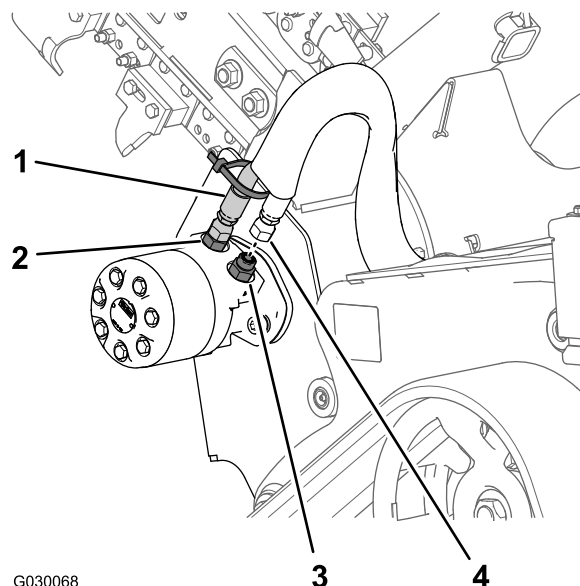

Bild 5
2. Schließen Sie den anderen Hydraulikschlauch am geraden Hydraulikananschlussstück am Anschluss B (hinterer Anschluss) am Hydraulikmotor an (Bild 5).
1. Montieren Sie den Hydraulikschlauch mit der Kabelbinde, die Sie in Schritt 3 von 2 Entfernen des Hydraulikmotors für den Grabenfräsenantrieb (Seite 2) am geraden Hydraulikananschlussstück im Anschluss A (Anschluss vorne) des Hydraulikmotors angebracht haben (Bild 5).